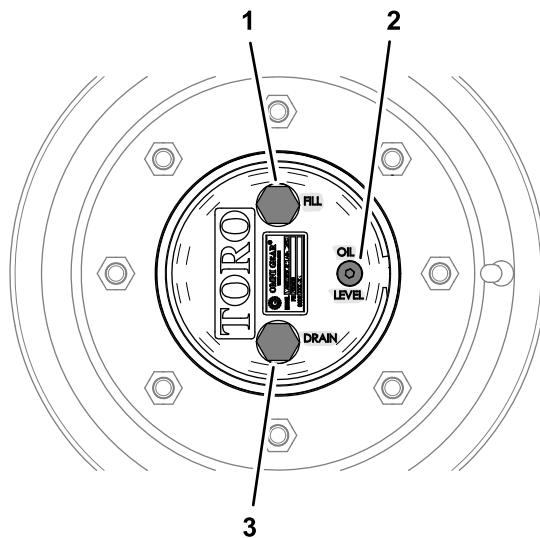

Figura 83
1. Con la máquina en una superficie nivelada, coloque una rueda de modo que el tapón de llenado se encuentre en la posición más alta (de las 12) y el tapón de vaciado en la posición más baja (de las 6) (Figura 83).
1. Con la máquina en una superficie nivelada, coloque una rueda de modo que el tapón de llenado se encuentre en la posición más alta (de las 12) y el tapón de vaciado en la posición más baja (de las 6); consulte la Figura 83 en Comprobación del lubricante de la transmisión planetaria \(página 68\).